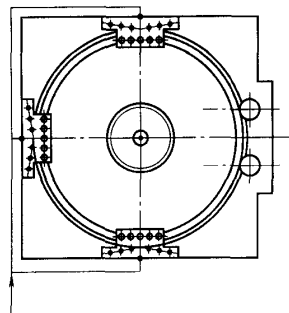
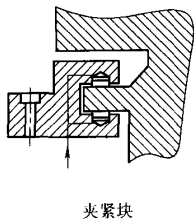

图 2
图 3
(1) 拆卸回转工作台心轴盖板,清除圆光栅尺面上污物,检查其稳固性、同轴度精度均无问题后,再拆卸心轴端盖压板螺钉, V 轴护板及回转工作台的三个夹紧块(见图 2、图 3)。